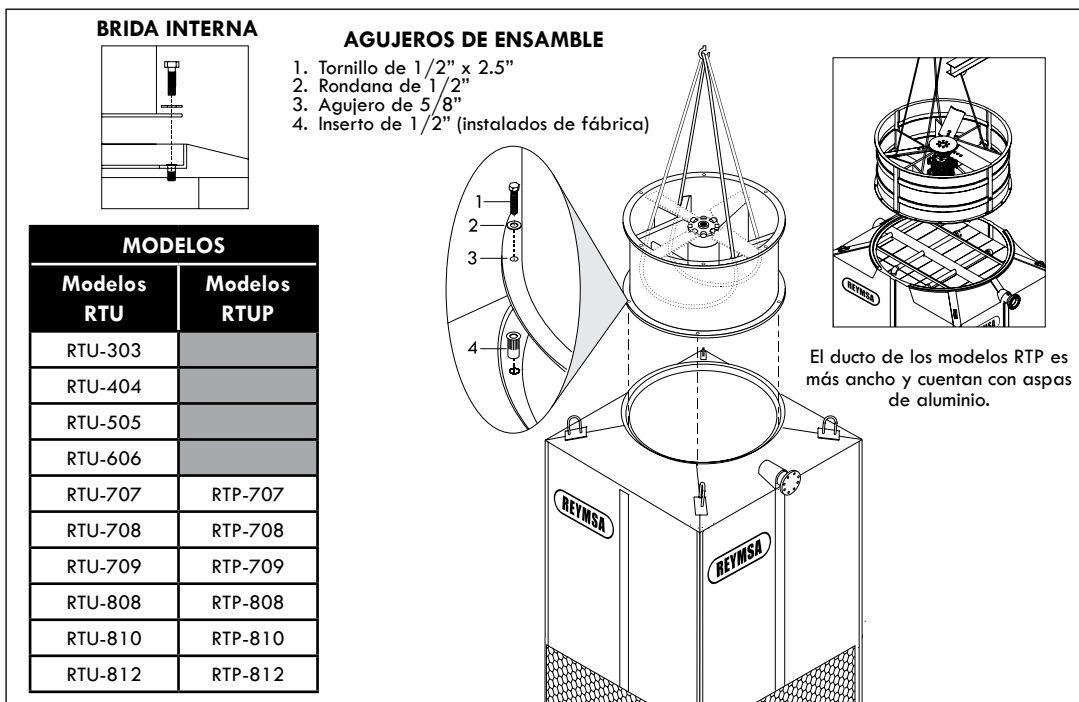

Figure A-36: Fan Duct assembly for a Single Fan Tower
- K. Luego sujete el soporte del ventilador con doble banda a manera de cuna (como se muestra en la Figura A-36) para que lo pueda levantar con una grúa y ensamblarlo.